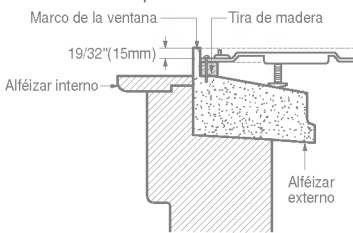

FIG. 9
- Dimensiones y la geometría de la ventana son diferentes de acuerdo a los fabricantes. Revise su ventana y refiérase a la FIG. 9 para instalar firmemente la ménsula del soporte.